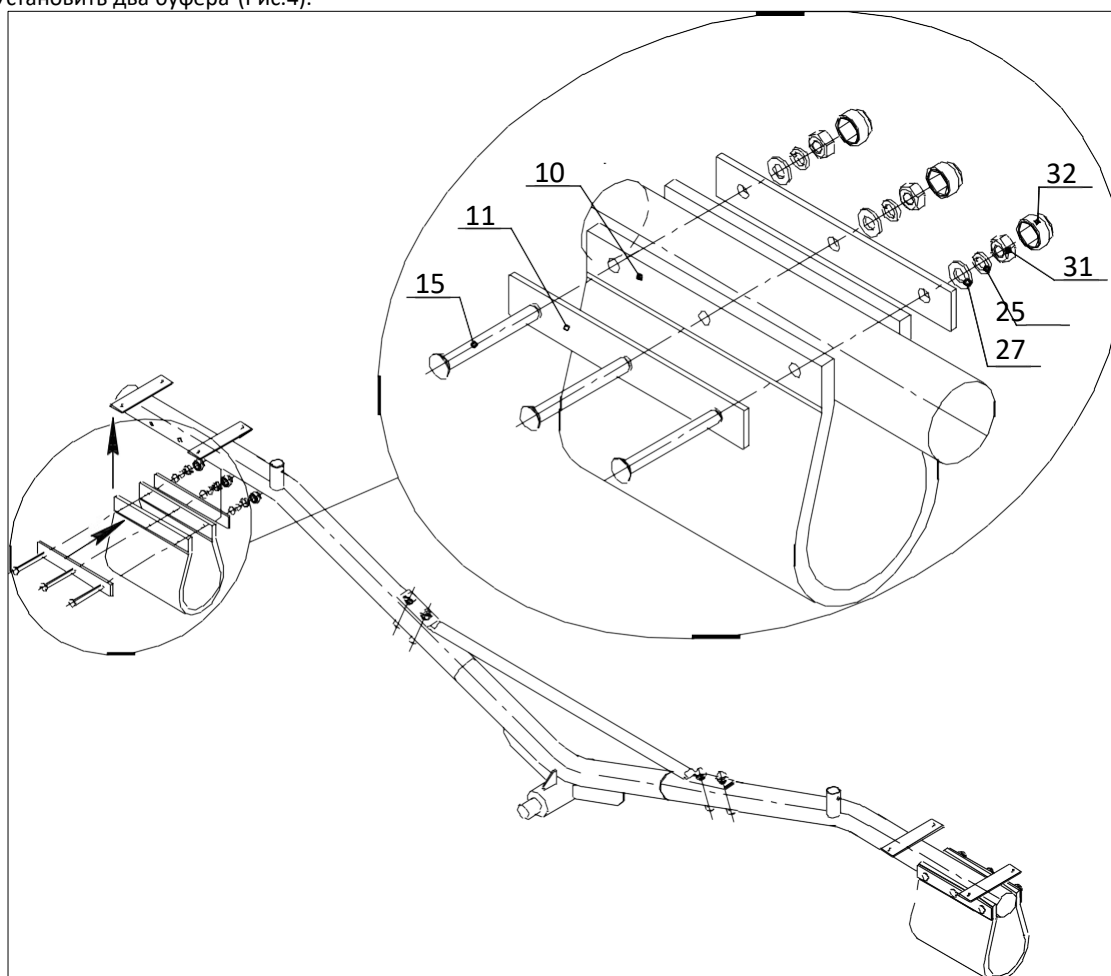

Рис.4
10.6.3 Установить два буфера (Рис.4).